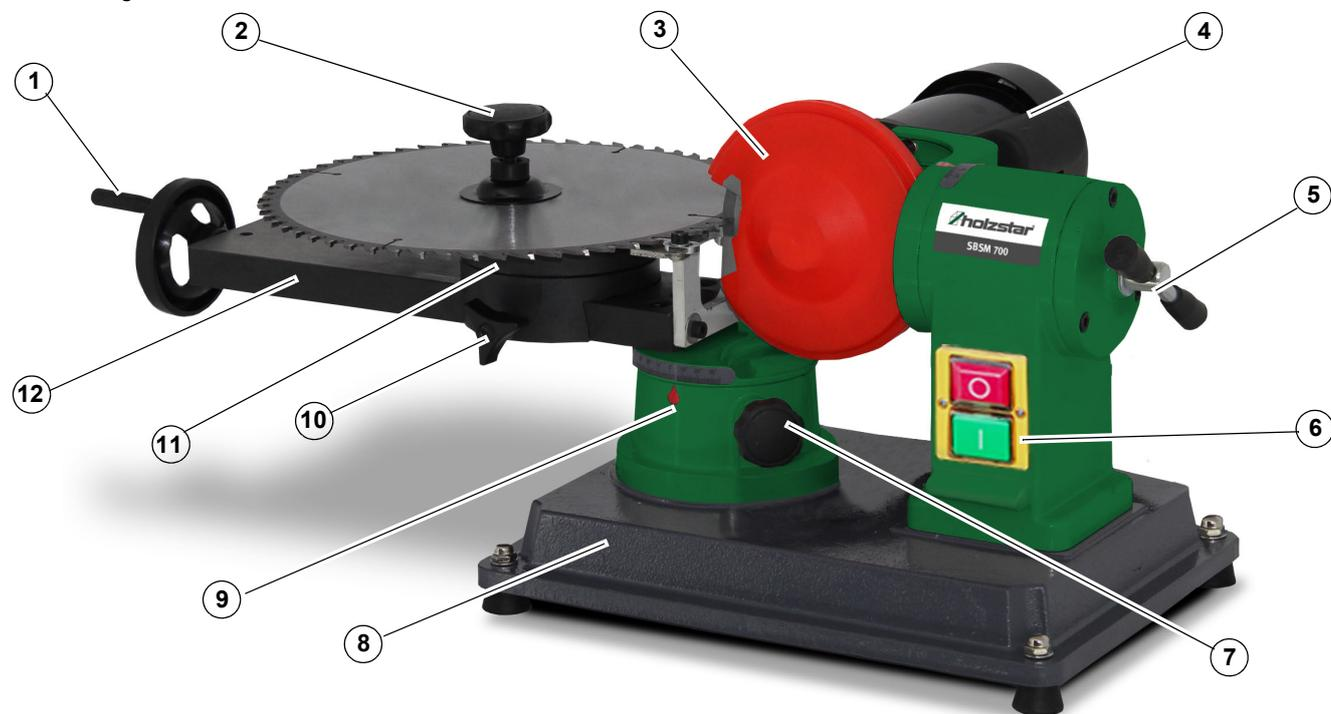

Abb.4-1: Hauptkomponenten
- Entfernen Sie den Griff und die Stopfbuchse der Sägeblattspannvorrichtung (Pos.2, Abb. 4-1).
- Lösen Sie das Verriegelung-Handrad (Pos. 10, Abb. 4-1), drehen Sie das Handrad entsprechend der Größe des Sägeblattes, stellen Sie den Schieber (Pos. 11, Abb. 4-1) auf die Größe des Sägeblattes ein, ziehen Sie das Handrad zur Arretierung wieder fest.
- Lösen Sie das Verriegelung-Handrad (Pos. 7, Abb. 4-1), damit sich der Drehtisch drehen kann. Wenn Sie den Drehtisch drehen, dreht sich der Schieber (Pos. 11, Abb. 4-1) nach rechts oder links.
- Drehen Sie den Schieber (Pos. 11, Abb. 4-1) entsprechend dem Schleifwinkel des Sägeblatts in die geeignete Position, um den Schleifwinkel der Sägezahnoberfläche zu gewährleisten, und arretieren Sie dann das Verriegelung-Handrad (Pos. 7, Abb. 4-1).
Halten Sie den Motor mit der Hand fest, lösen Sie das Verriegelung-Handrad (Pos. 5, Abb. 4-1), drehen Sie den Motor (Pos. 4, Abb. 4-1) in den gewünschten Winkel gemäß dem Drehpfeil und verriegeln Sie dann das Verriegelung-Handrad.
- ➔ Schalten Sie das Gerät am Hauptschalter (Pos. 6, Abb. 4-1) ein.